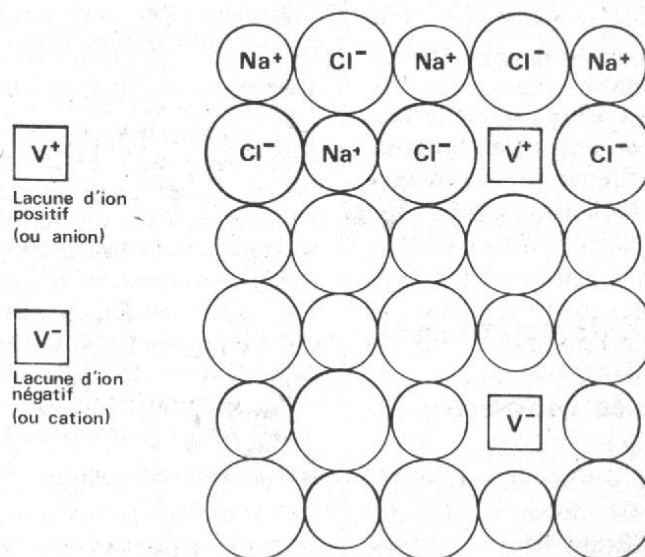

Fig. 2. - Défauts de Schottky.
- **Les défauts dits de Schottky** qui proviennent de la migration, vers la surface du cristal, d'ions venant de positions stables dans la maille. La migration de ces ions conduit à la formation de « trous » positifs ou négatifs (fig. 2) qui, sous l'action d'un champ électrique se déplacent dans des directions correspondant à leurs signes. Ceci donne lieu à un autre type de conductivité. Généralement, les impuretés dont la charge positive est plus élevée que celle du cation de la maille cristalline provoquent la conductivité du cristal et vice-versa. Bon nombre de ces impuretés augmentent également le pouvoir d'ionisation du